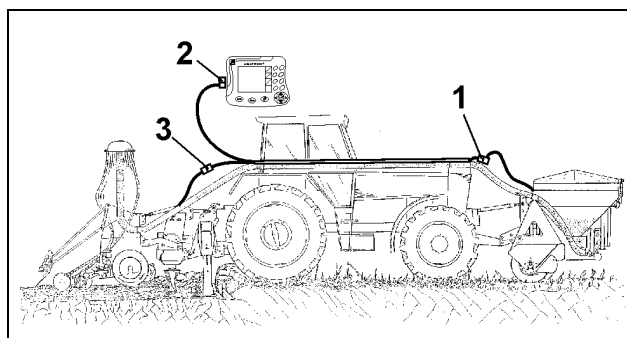

Fig. 47
Posare e fissare al trattore il cablaggio (Fig. 47) insieme con le tubazioni della semente.
- Collegare il connettore combinato del serbatoio anteriore al cablaggio (Fig. 47/1, Fig. 48).
- Collegare il connettore della barra di semina al cablaggio (Fig. 47/3).
- Collegare il cablaggio con connettore macchina alla dotazione standard trattore dell'**AMA-TRON⁺** (Fig. 47/3, Fig. 49).